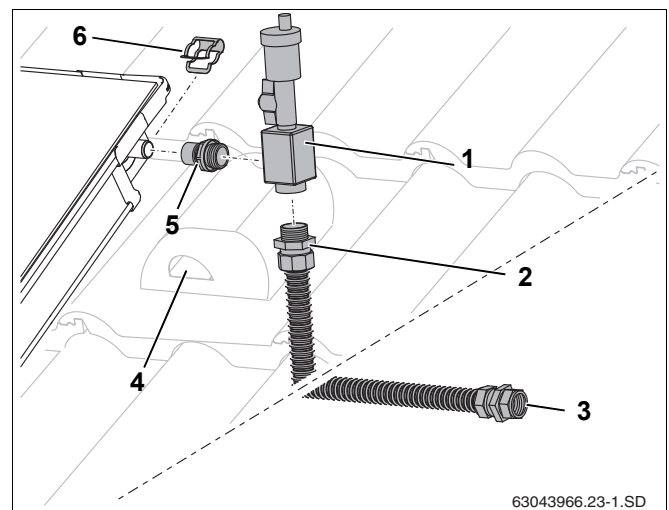

Рис. 58 Монтаж воздушного клапана
- ▶ Заверните ниппель (рис. 58, поз. 5) и соединительную трубу (рис. 58, поз. 2) в воздухоборник (с кольцевым уплотнением).
- ▶ Наденьте воздухоборник (рис. 58, поз. 1) вместе с ниппелем на штуцер коллектора и закрепите зажимом (рис. 58, поз. 6).
- ▶ Проведите трубу вместе с проводом датчика через черепицу с вентиляционным отверстием (рис. 58, поз. 4) и изоляцию кровли.
- ▶ Подключите сборную линию к резьбовому соединению с зажимным кольцом (рис. 58, поз. 3).